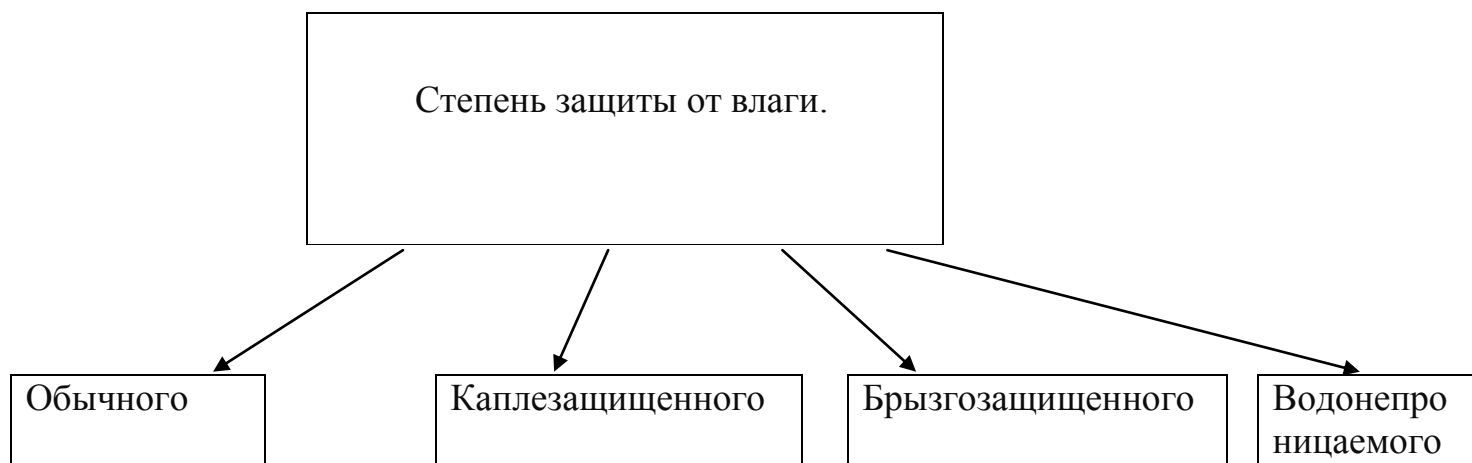

Рисунок 9 - Классификация электробытовых товаров по степени защиты от влаги
9. По степени защиты от влаги классифицируют, (рисунок 9).
10. По климатическому исполнению. электробытовые товары классифицируются (рисунок 9).